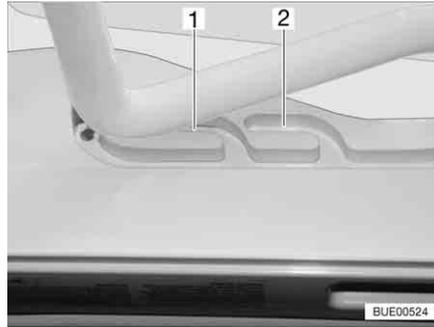
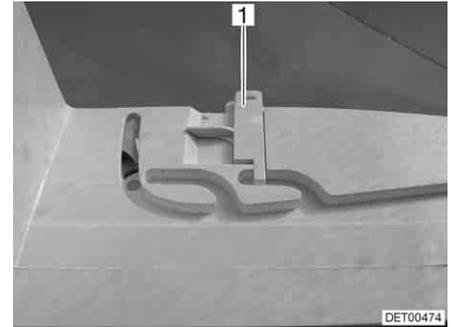

Bild 98 Heki-Dachhaube in Lüftungsstellung
Bild 99 Verriegelung Lüftungsstellung
Die Heki-Dachhaube kann in zwei Lüftungsstellungen gebracht werden: Schlechtwetterstellung (Bild 98,1) und Mittelstellung (Bild 98,2). Je nach Modell kann die Dachhaube in der Mittelstellung mit den beiden Riegeln (Bild 99,1) links und rechts am Rahmen der Dachhaube verriegelt werden.
- Den Bügel leicht nach oben drücken und in die gewählte Führung (Bild 98,1 oder 2) schieben und ggf. verriegeln.